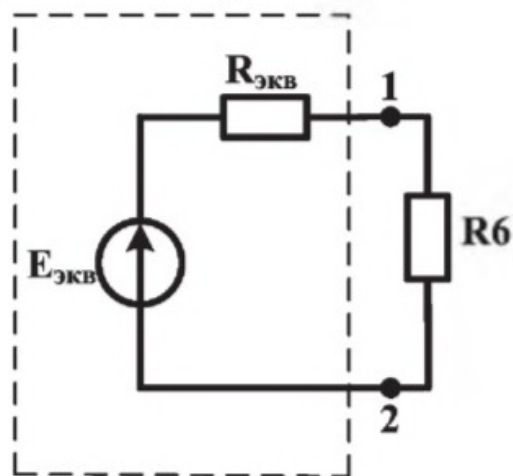

Рис. 14
6. Используя источник с регулируемой ЭДС E_2 и блок переменного сопротивления R_4 , установить параметры эквивалентного генератора, определенные в п.4.2 и п.4.3, и собрать цепь рис. 14.
1. Используя параметры эквивалентных источников напряжения, определенные в п.4 и п.5 экспериментальной части, вычислить ток в резисторе R_6 цепи рис. 14 для двух случаев (включены резисторы R_1 или R_9). Сравнить расчетные значения тока в резисторе R_6 со значениями, вычисленными по экспериментальным данным п.2 и п.3. Сделать заключение о влиянии величины сопротивления резистора между узлами 3 и 4 на параметры эквивалентного источника напряжения.